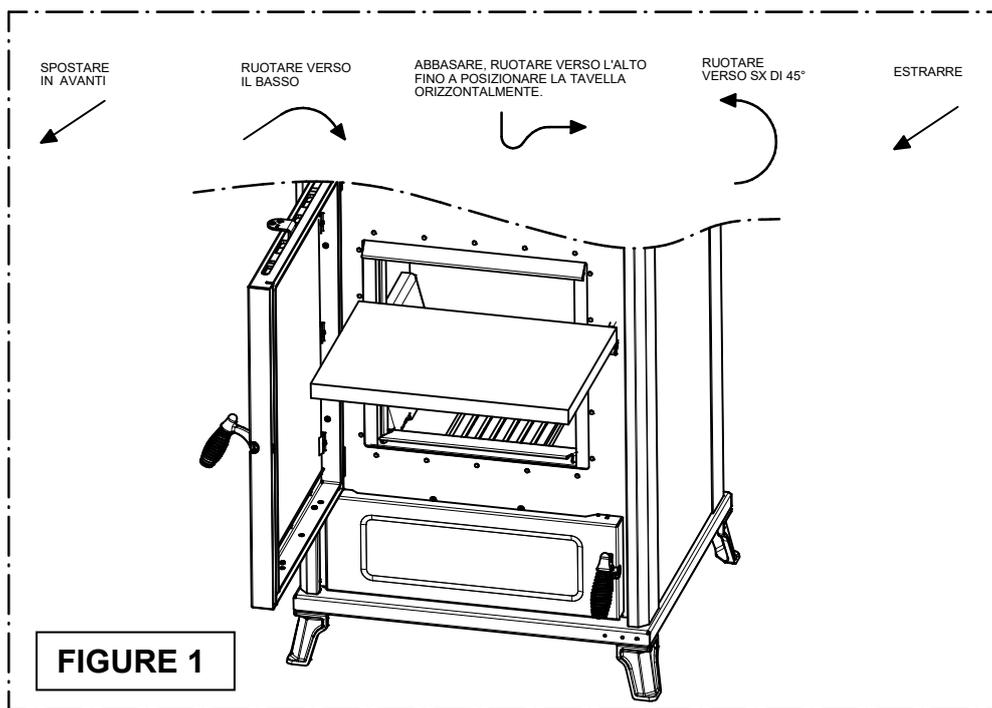

FIGURE 1
- Nettoyez les surfaces intérieures du parcours des fumées et le faisceau tubulaire inférieur. Pour ce faire, ouvrez la porte de chargement et retirez la plaque de vermiculite (voir figure 1).